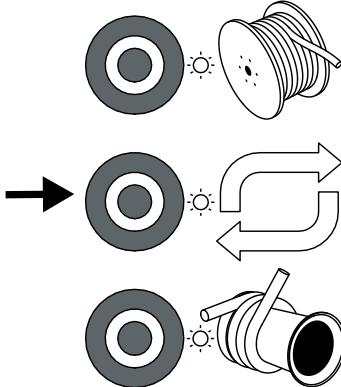

Figure 15
4. Lorsque les voyants à DEL de sélection du mode à côté des boutons de sélection du mode commencent à clignoter en blanc, sélectionner le point d'extrémité du mode répéteur indiqué par l'icône (Fig. 15).